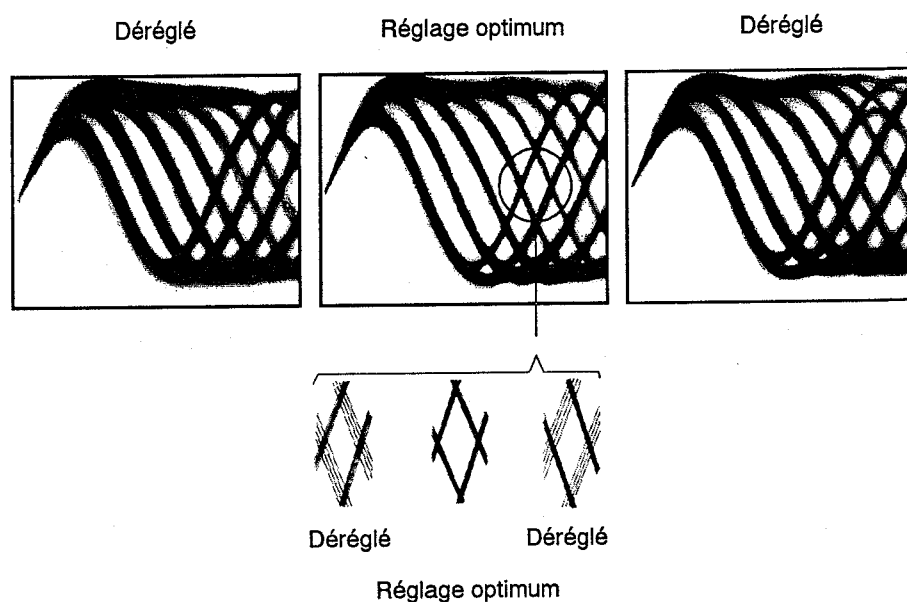

Figure 5 Motif en oeil
- Ensuite, ajuster la vis d'inclinaison tangentielle six pans droite (L-forme, dimension: 1,5 mm), de façon que le motif en oeil (c'est-à-dire, le diamant au centre du signal RF) soit le plus clairement visible (Figure 5).